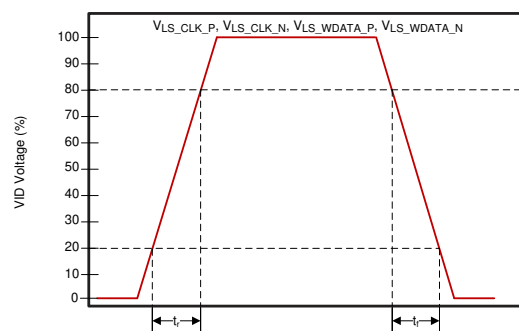

図 5-6. LSIF 立ち上がり/立ち下がり時間のスルー
(2) LSIF の立ち上がり時間および立ち下がり時間について、図 5-6 を参照します。